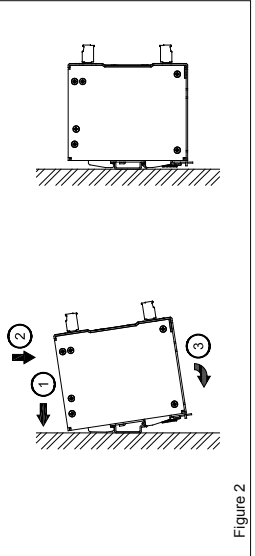

Figure 2
- 3. Montage (Abb. 2)**
- Einrasten des Geräts in DIN-Schiene, wie in Abb. 2 dargestellt: